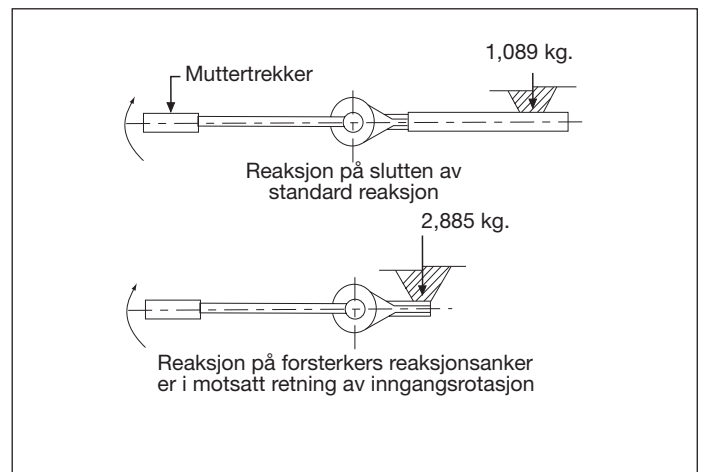
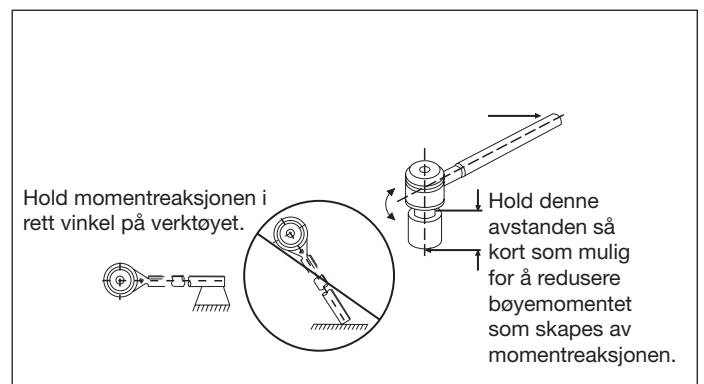

Fig. 5, Reaksjonskrefter øker nærme forsterkeren
Fig. 6, Minimiser bøyemomenter som skapes av momentforsterkerens reaksjon
5. **Forleng Momentforsterkerens levetid.** Ha kortest mulig koplingsavstand mellom momentforsterkerens utgang (Fig. 6) og festeren som skrues. Hold lengst mulig avstand mellom Momentforsterkeren og reaksjonspunktet (Fig. 5).
av utgangsmomentet krever en nøyaktig muttertrekker seriekoblet med momentforsterkeren. Sett på moment med muttertrekkeren til ønsket inngangsmoment er oppnådd (Fig. 5).